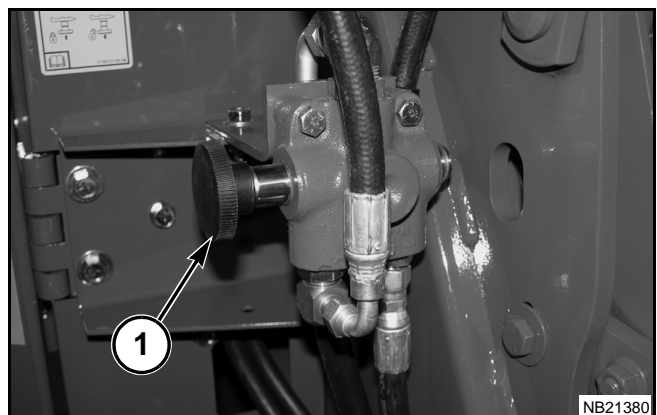

FIG. 24
FIG. 24: Cuando la compuerta trasera se levante para realizar tareas de mantenimiento, coloque la válvula de bloqueo de la compuerta trasera (1) en la posición de BLOQUEO (hacia dentro).